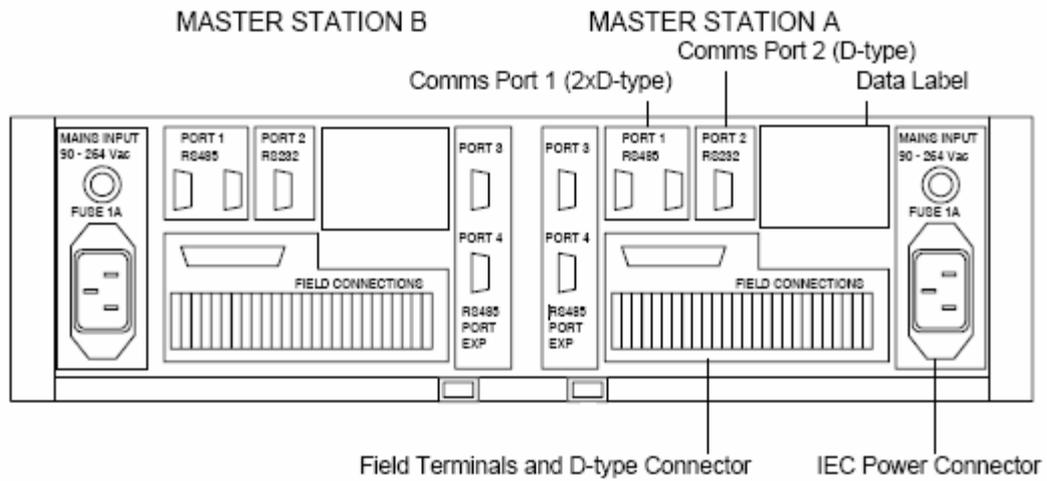

Figura 3.1. Puertos de la Master Station
**Además de controlar el lazo, la Master Station también proporciona una interfaz externa al sistema. Son 2 puertos seriales para realizar comunicaciones con computadoras. Uno de los puertos seriales puede utilizarse para conectar una impresora para registrar alarmas. La Master Station tiene un puerto serial RS232 o y dos RS485, como se muestra en la figura 3.1.**